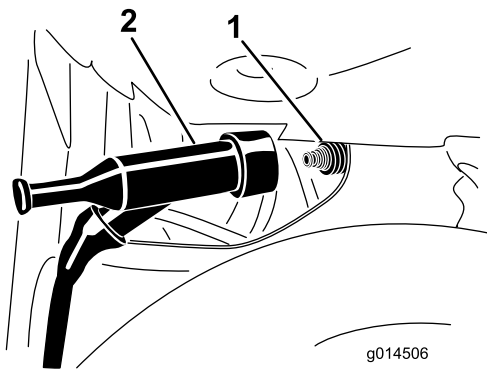

Figure 45
- Débranchez le fil de la borne de la bougie (Figure 45).
4. Poussez le fil sur la borne de la bougie (Figure 45).